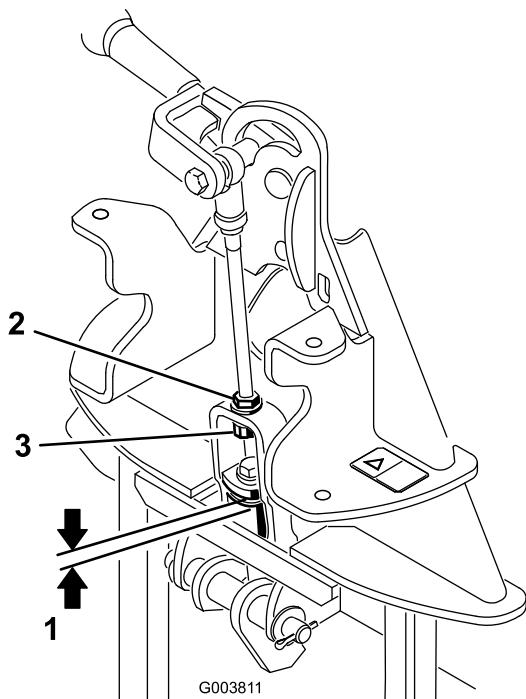

図 4
- 図 4 に示すように、上面のワッシャからアタッチメント・アダプタのリンク・アセンブリのスペーサまでの距離を測る。